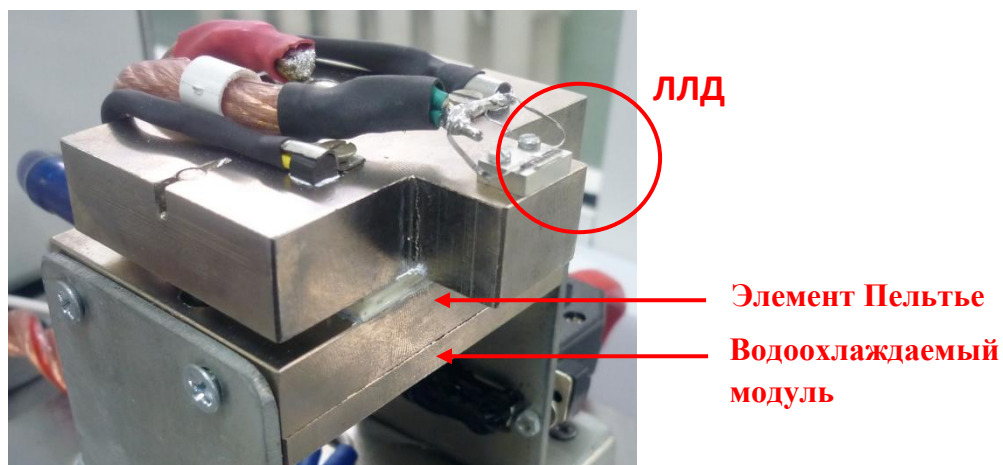

Рис. 3. Установка ЛЛД на элемент Пельтье
- 4.2.1 установить линейку лазерных диодов на элемент Пельтье (рис.3);